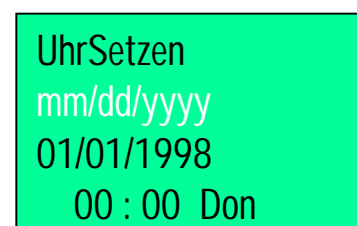

Abb. 2.27
- Monat/Tag/Jahr ⇔ mm/dd/yyyy (Abb. 2.27)